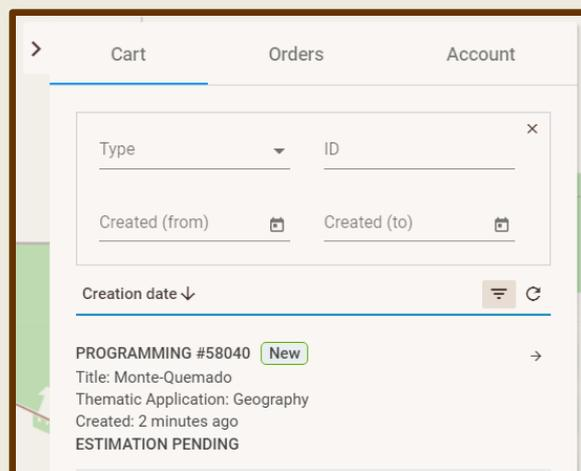

Figura 56: Filtros para la búsqueda de pedidos.
- **Filters** (Filtros)  : Permite realizar una búsqueda de los pedidos usando diferentes opciones para el filtrado (ver **Figura 56**):